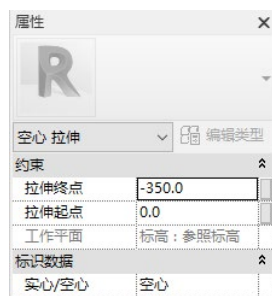

图 10-82 设置拉伸参数 (2)
9) 在“属性”选项板中设置“拉伸起点”为“0.0”, “拉伸终点”为“-350.0”, 设置“实心/空心”为“空心”, 如图 10-82 所示, 单击“应用”按钮, 单击“模式”面板中的“完成编辑模式”按钮